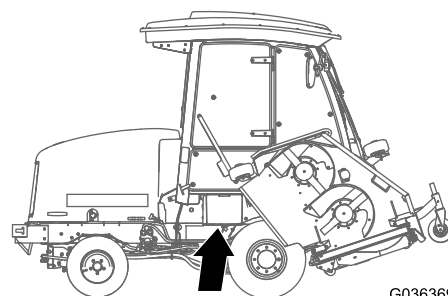

Figure 96
1. Ouvrez le couvercle de la batterie sur le côté du carénage (Figure 96).
Remarque: Appuyez sur la surface plate au-dessus du couvercle de batterie pour faciliter la dépose du couvercle (Figure 96).